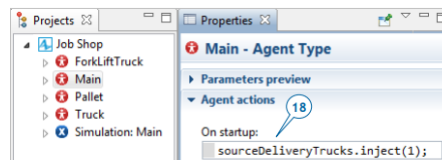

Рисунок 13.10 – Розділ «Дії агента»
18. В області «Властивості» типу *Main agent* розгорніть розділ *Agent actions*, а потім у полі введіть функцію *Java: sourceDeliveryTrucks.inject(1)* (рис. 13.10).